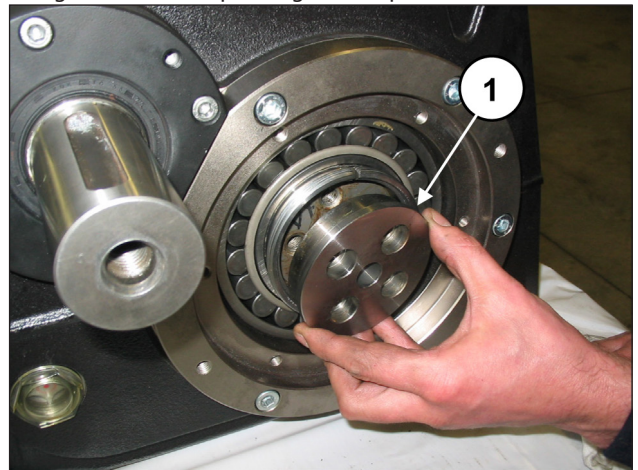

Fig. 78
Insérer les flasques de retenue de la douille dans les douilles coniques (rep. ①, Fig. 78).